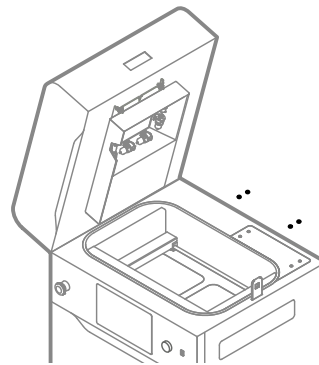

Abb. 12.67 Ziehe die vier Schrauben der Zugangsklappe wieder an.
13. Ziehe die vier Schrauben, mit denen die Zugangsklappe auf der Oberseite des Druckers befestigt ist, mit einem 2-mm-Inbusschlüssel wieder an (Abb. 12.67).